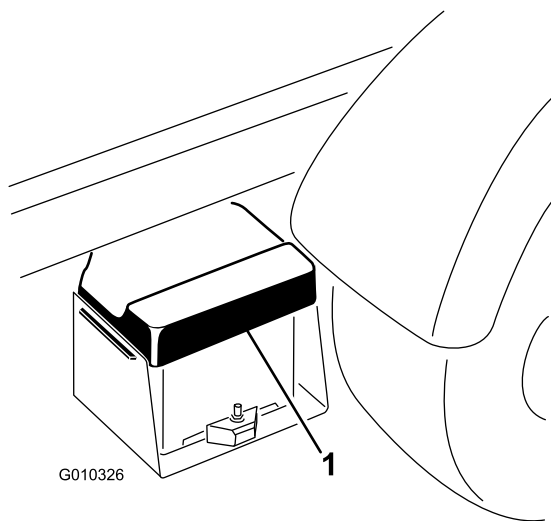

Figura 41
1. Apriete la tapa de la batería para liberar las pestañas de la base de la batería y retire la tapa de la base de la batería (Figura 41).